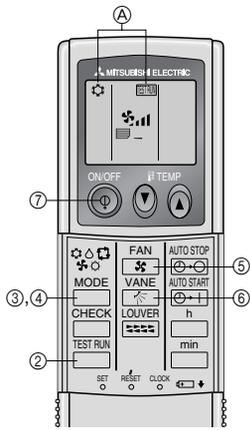

Fig. 7-2
7.2.2. Utilisation de la télécommande sans fil (Fig. 7-2)
- ① Mettre l'appareil sous tension au moins 12 heures avant l'essai de fonctionnement.
- ② Appuyer sur le bouton **TEST RUN** deux fois sans le relâcher.